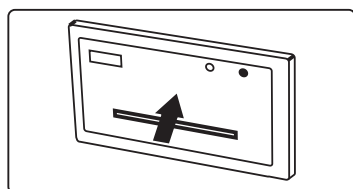

Fig.5
- a▶ Empurre a parte central da impressora para dentro (Fig. 5).
- a▶ Empurre a parte central da impressora para dentro (Fig. 5, pág. 16).